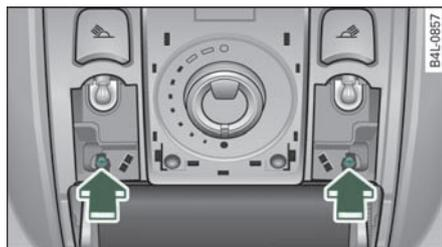

图 40 顶篷局部视图:
- 将两个螺栓 (箭头所示) 从照明单元中拧出来 => 图 40。